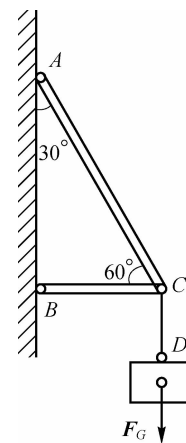

图 1-8
7. 如图 1-8 所示,已知重物 D 的重力 $F_G = 10\text{ kN}$, 求三角支架中杆 AC 和 BC 所受的力。